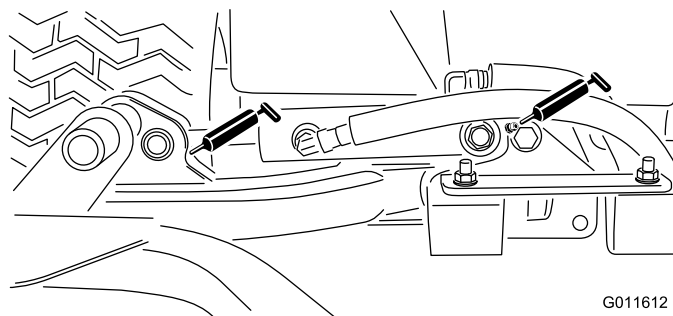

Figure 46
- Vérins des bras de levage des plateaux de coupe (x 2) (Figure 46)
- Pivots des bras de levage (x 1) (Figure 46)